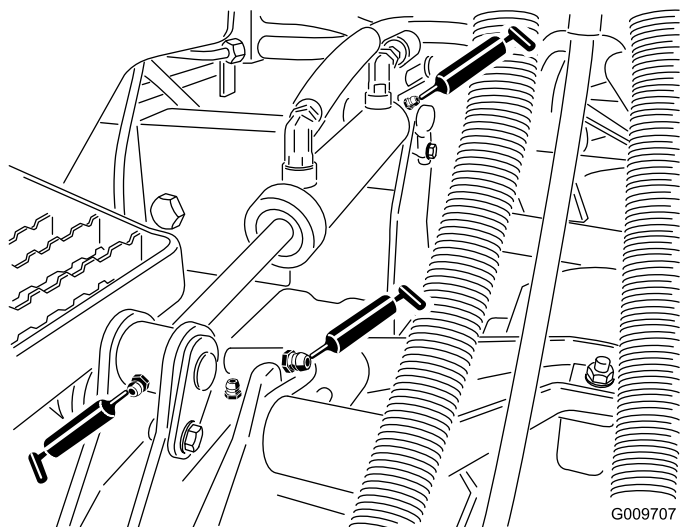

Figura 78
- Boccole del braccio di sollevamento (1 per apparato di taglio) come illustrato nella Figura 78
- Boccole del cilindro di sollevamento (2 per apparato di taglio) come illustrato nella Figura 78